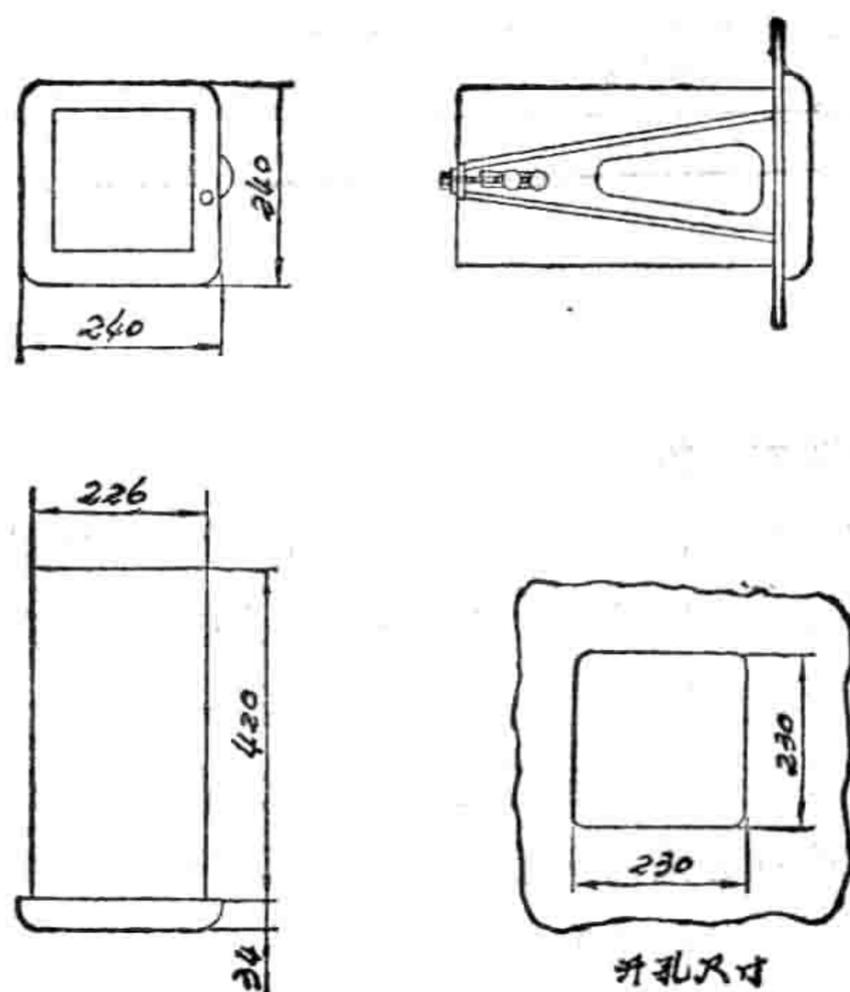

图3仪表的外形尺寸及安装图
11. 仪表外形尺寸见图3, 仪表正面尺寸为240×240毫米。